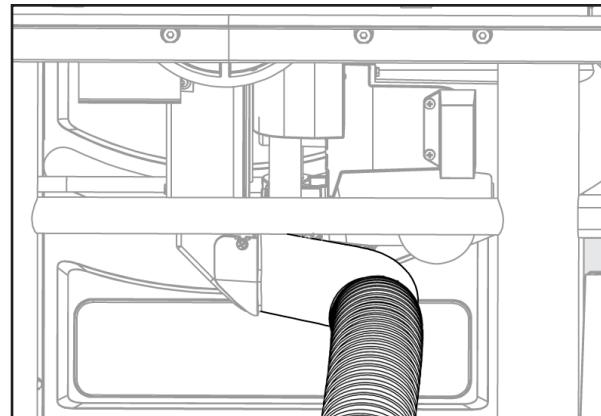

Figura 33
- Conecte 2 1/2 pulgada una manguera de recolección de polvo o aspiradora de taller al puerto para polvo en la parte posterior de la sierra para obtener la mejor recolección de polvo. Véase la Figura 33.